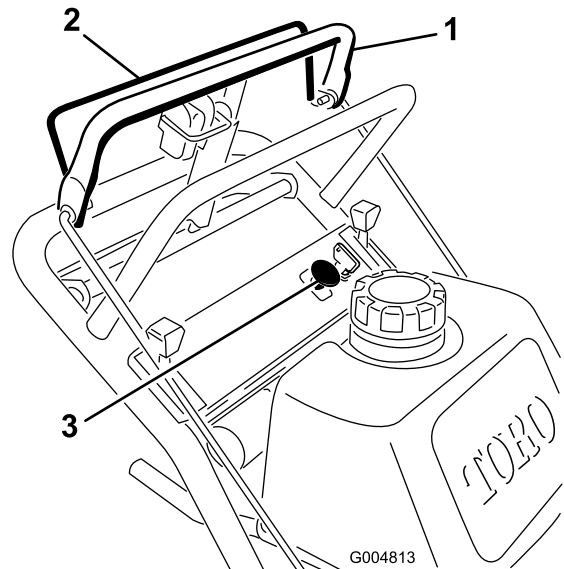

Figura 17
1. Libere la barra de control superior para parar la máquina (Figura 17).
2. Para engranar la cuchilla, apriete la barra de control de las cuchillas contra la barra de control superior (Figura 17).
Suelte la barra de control de las cuchillas para desengranar las cuchillas (Figura 17).